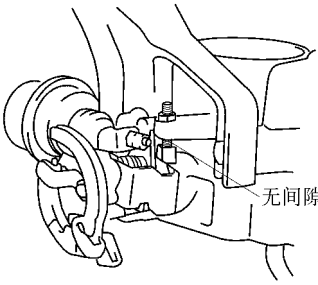

图 2-116 检查节气门止动螺钉和节气门拉杆之间应无间隙
- (1) 清洁节气门段。用软刷和化油器清洁工具将铸件零件擦洗干净，使用压缩空气将节气门段上的所有通道和小孔吹干净。
- (2) 检查节气门。当节气门全闭时，检查节气门止动螺钉和节气门拉杆之间应无间隙，如图 2-116 所示。
- (3) 检查节气门位置传感器。